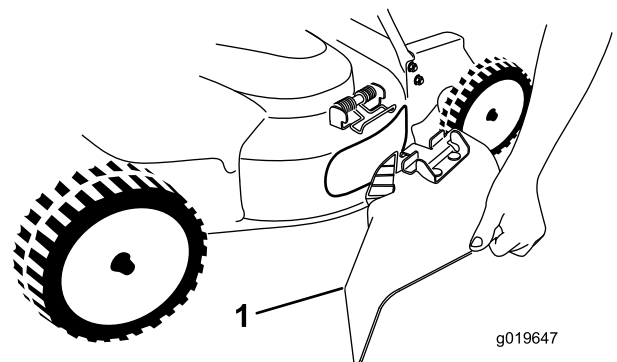

Bild 26
5. Ziehen Sie die Feder nach oben, um den Seitenauswurfkanal (Bild 26) zu befestigen. Setzen Sie den Kanal auf die Öffnung und senken die Feder über die Nasen oben am Auswurfkanal ab.